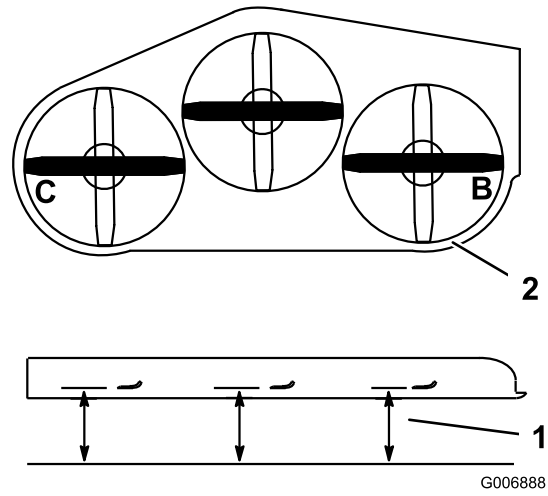

Figura 63
1. Coloque la cuchilla **derecha** en posición lateral (Figura 63).
2. Mida la cuchilla derecha en la posición **B** desde una superficie nivelada hasta el filo de corte del extremo de la cuchilla (Figura 63).
4. Coloque la cuchilla izquierda en posición lateral (Figura 63).
5. Mida la cuchilla izquierda en la posición **C** (Figura 63) desde una superficie nivelada hasta el filo de corte del extremo de la cuchilla.